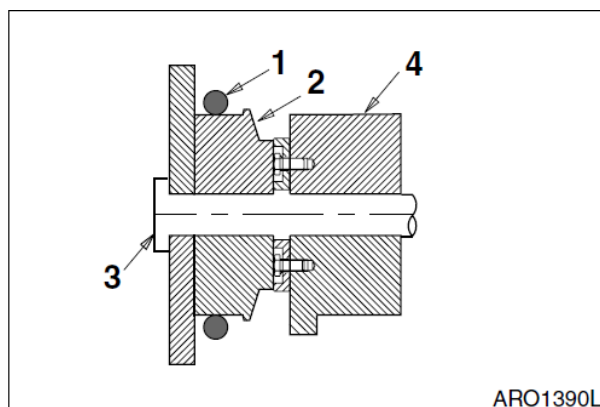

Рис. 7
2. Переместить старую уплотнительную прокладку (1, рис. 7) на выступ (2) вокруг пальца ковша (3). Удалить палец ковша и убрать рукоять или звено подвески ковша (4), чтобы они не мешали.
4. Выровнять рукоять или звено подвески с отверстием пальца ковша и вставить палец ковша (3, рис. 7).